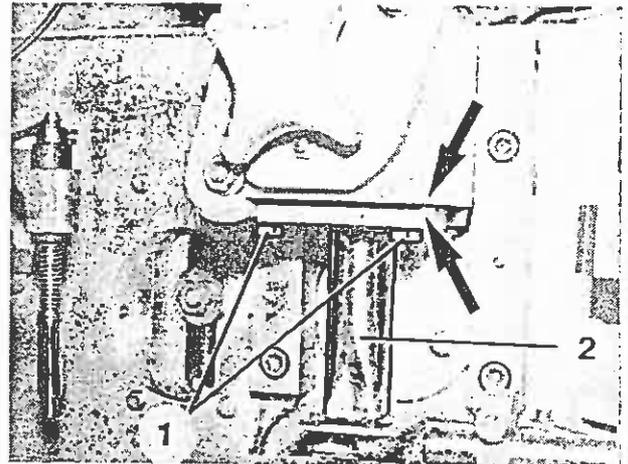

Bild 121.7
4. Klemmschrauben (Bild 121.7/1) des Mundstücks (Bild 121.7/2) lösen und Mundstück herausziehen.
Mundstück so einsetzen, daß die Markierungen (Bild 121.7/Pfeile) übereinander stehen.